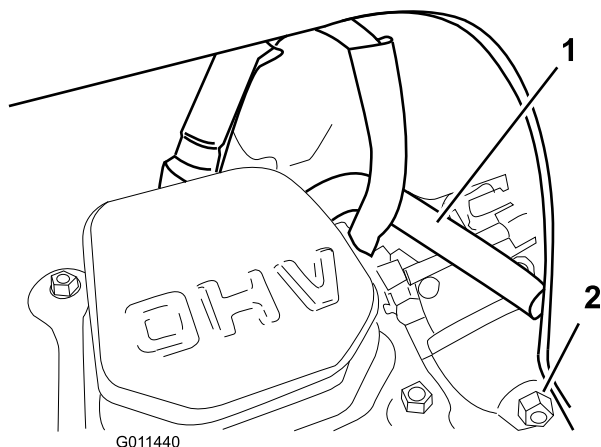

Figure 36
Remarque: Veillez à faire passer le tube de reniflard au-dessus du fil de la bougie, comme illustré (Figure 36).
- Vidangez le carburateur par la vis de vidange (Figure 36) dans un bidon d'essence homologué.